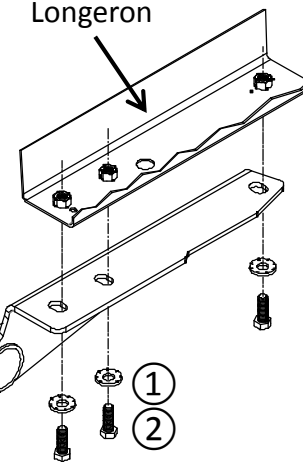

Figure 1
- Installer l'attelage** - Soulever l'attelage en position et le glisser avec précaution par-dessus le tuyau d'échappement côté passager en premier. Poser lâchement des boulons M12 ② et des rondelles coniques ① sur l'attelage, voir la **Figure 1**.
3. Installer l'attelage – Soulever l'attelage en position et le glisser avec précaution par-dessus le tuyau d'échappement côté passager en premier. Poser lâchement des boulons M12 (2) et des rondelles coniques (1) sur l'attelage, voir la **Figure 1**.